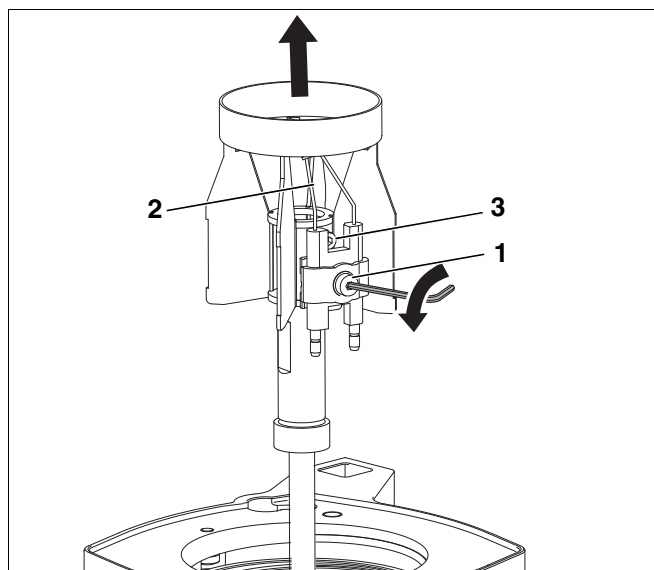
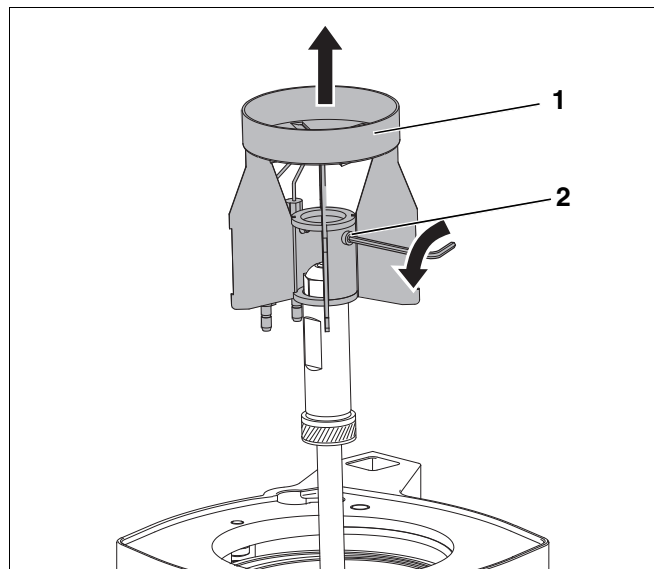
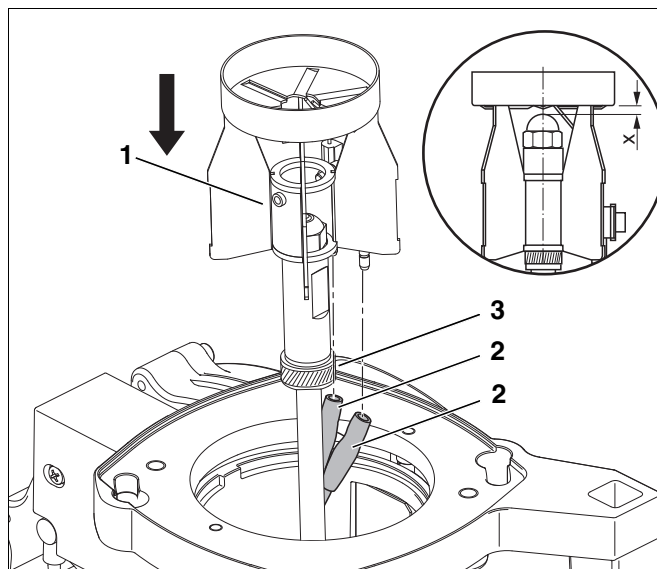

Рис. 26 Замена запальных электродов
Рис. 27 Демонтаж распределительного диска
Рис. 29 Монтаж распределительного диска
На запальных электродах (Рис. 26, поз. 2) не должно быть отложений.
- Отвернуть винт (Рис. 26, поз. 1) между запальными электродами.
- Отсоединить провода (Рис. 29, поз. 2, стр. 29) от запальных электродов.
- Демонтировать запальные электроды (Рис. 26, поз. 2).
- Ослабить установочный винт (Рис. 27, поз. 2) и демонтировать распределительный диск (Рис. 27, поз. 1).
- Вынуть вверх распределительный диск (Рис. 27, поз. 1).
- Установить распределительный диск (Рис. 29, **поз. 1**) и закрепить установочными винтами (Рис. 27, **поз. 2**, стр. 28 и Рис. 26, **поз. 3**, стр. 27).
- Подсоединить провода к запальным электродам (Рис. 29, **поз. 2**).
- Следите за тем, чтобы промежуточное кольцо было правильно установлено (Рис. 29, **поз. 3**) и проверьте размер "х" согласно глава 3.3 "Установочные параметры и применяемые форсунки", стр. 8.